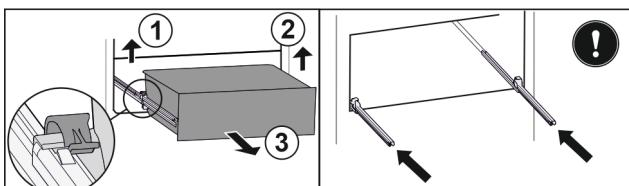

Fig. 83
- Linke Klemme anheben und gleichzeitig Schubfach links nach vorne ziehen. Fig. 83 (1)
► Rechte Klemme anheben und gleichzeitig Schubfach rechts nach vorne ziehen. Fig. 83 (2)
► Schubfach nach vorne entnehmen. Fig. 83 (3)